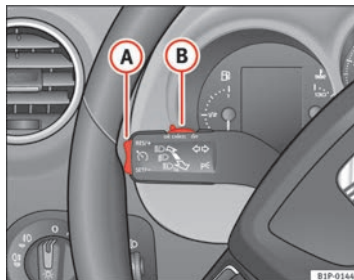

Abb. 131 Blinker- und Fernlichthebel: Schalter und Wippe für die Geschwindigkeitsregelanlage
- Schieben Sie den Schalter ⇒ Abb. 131 **B** nach links auf **ON**.